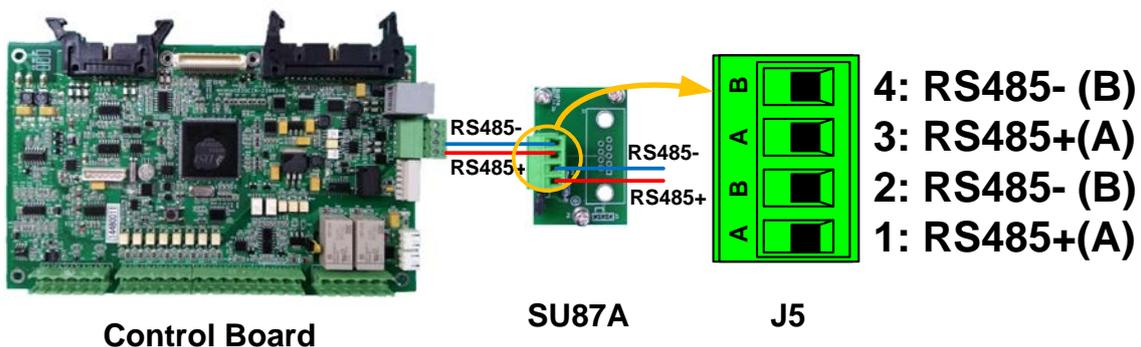

图 1.1-2 小容量 NV变频器的通信接线
5.5~22Kw小容量变频器需要通过扩展板(SU87A)和PLC连接。如图1.1-2从控制板的J13连接器出来的线与SU87A板的J5连接器 (4Pin female) 连接, 从其余的Pin通过外部线连接PLC。J5连接器的1,3Pin使用RS485+(Aout), 2,4Pin使用RS485-(Bout)。